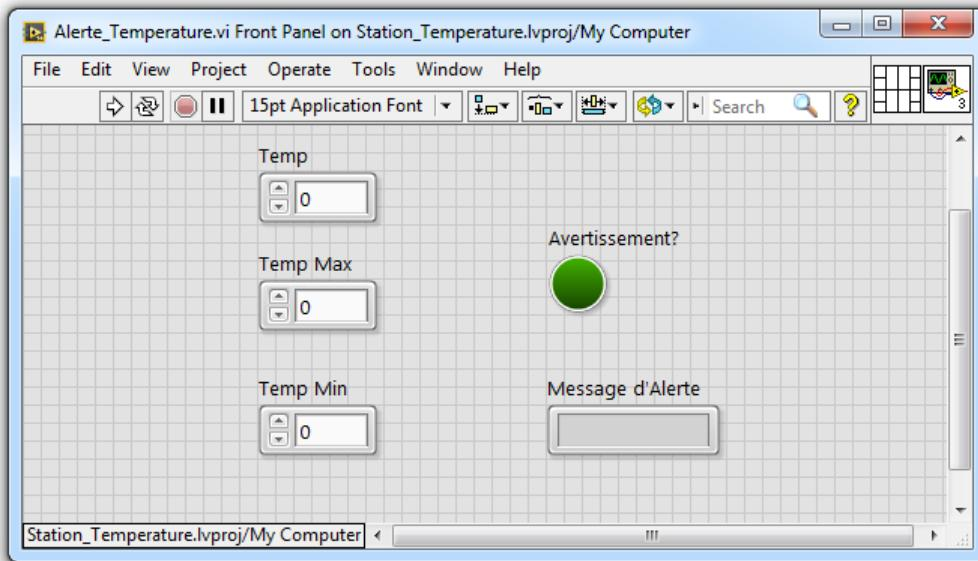

Figure 2.2. Exemple de la face avant du VI `Alerte_Temperature.vi`.
Suivre les étapes ci-dessous pour créer une face avant semblable à celle de la **figure 2.2**. L'utilisateur entre la valeur de la température courante Temp, la température maximale Temp Max et la température minimale Temp Min. La face avant affichera ensuite le message textuel Message d'Alerte et activera l'avertissement booléen (indicateur LED) Avertissement?.
2. Création de la face avant du VI comme montrée dans la **figure 2.2**.